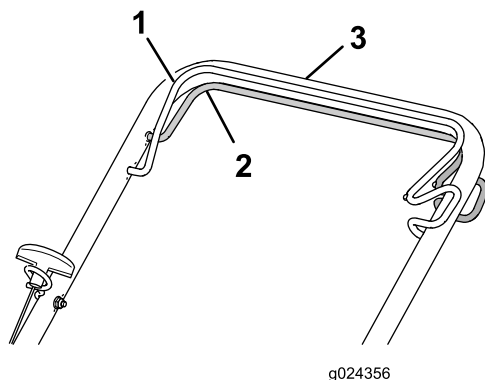

Figure 16
- Pour engager l'autopropulsion : serrez et maintenez la barre de commande d'autopropulsion contre le guidon (Figure 16).